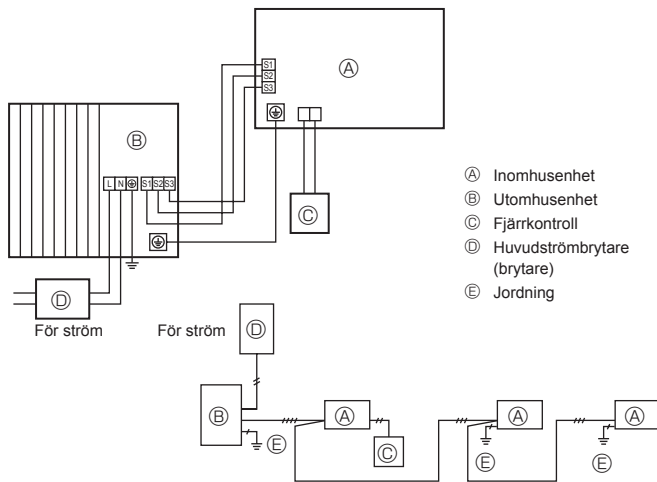
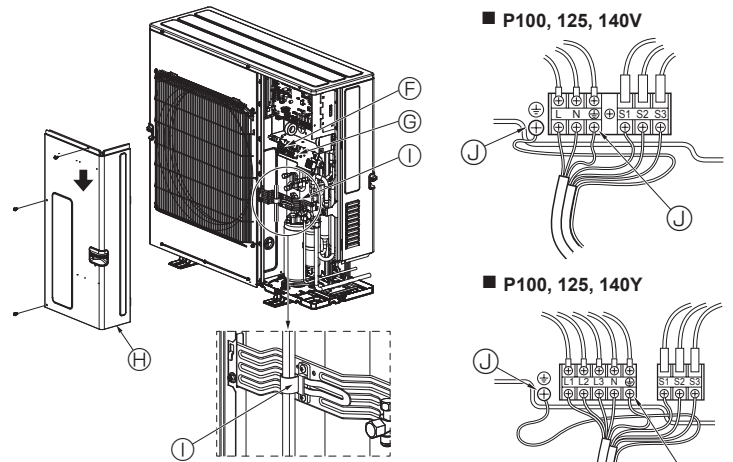

Fig. 6-1
Fig. 6-2
6.1. Utomhusenhet (Fig. 6-1, Fig. 6-2)
- ① Ta bort servicepanelen.
- ② Hänvisa till fig. 6-1 och fig. 6-2 när kablarna dras.